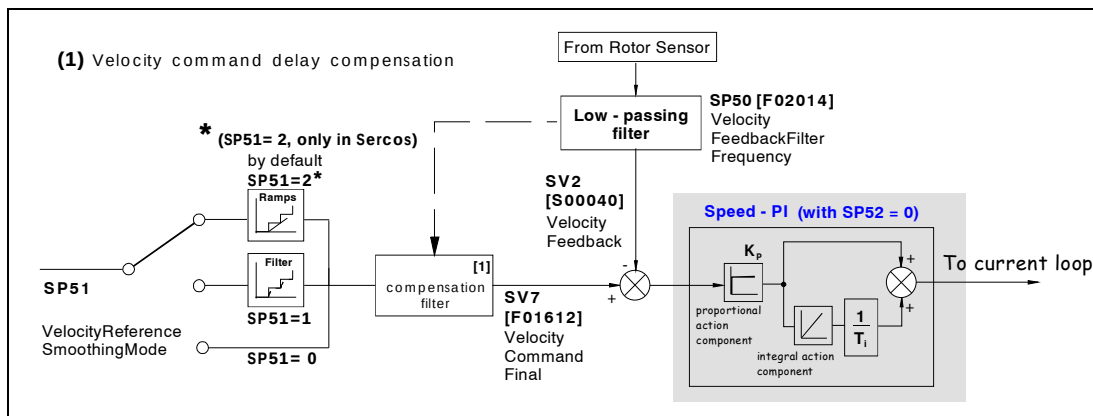

FIGURA S4.14
El lazo de velocidad consta básicamente de un controlador proporcional-integral (PI) representado en la **FIGURA S4.14**. Su funcionamiento se determina mediante las constantes K_p y T_i asociadas a los parámetros SP1 y SP2, respectivamente.